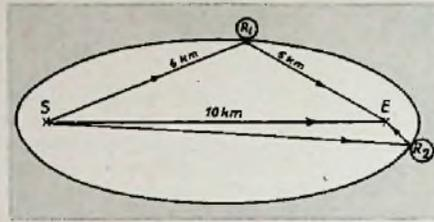

Abb. 29. Ellipse als Ortskurve für Reflexionen
2. Mit dem so errechneten Umweg (hier 1 km) und dem Entfernungswert Sender-Empfänger (z. B. 10 km) können wir auf der Landkarte eine Kurve konstruieren, auf der sich unbedingt der Herd der Reflexion befinden muß. Wir wissen, daß es (mathematisch gesprochen) eine Ortskurve für alle die Punkte gibt, für welche die Summe der Entfernungen von zwei festen Punkten konstant ist: die Ellipse (Abb. 29). In unserem Falle sind Sender S und Empfänger E die festen Punkte (Brennpunkte der Ellipse). Für die Reflexionspunkte  $R_1$  und  $R_2$  sind die Summen der Entfernungen (S bis  $R_1$  +  $R_1$  bis E bzw. S bis  $R_2$  +  $R_2$  bis E) konstant = hier 10 + 1 km. Alle von S ausgehenden Strahlen, die von einem beliebigen Punkt auf der Ellipse nach E reflektiert werden, machen einen Umweg von 1 km.